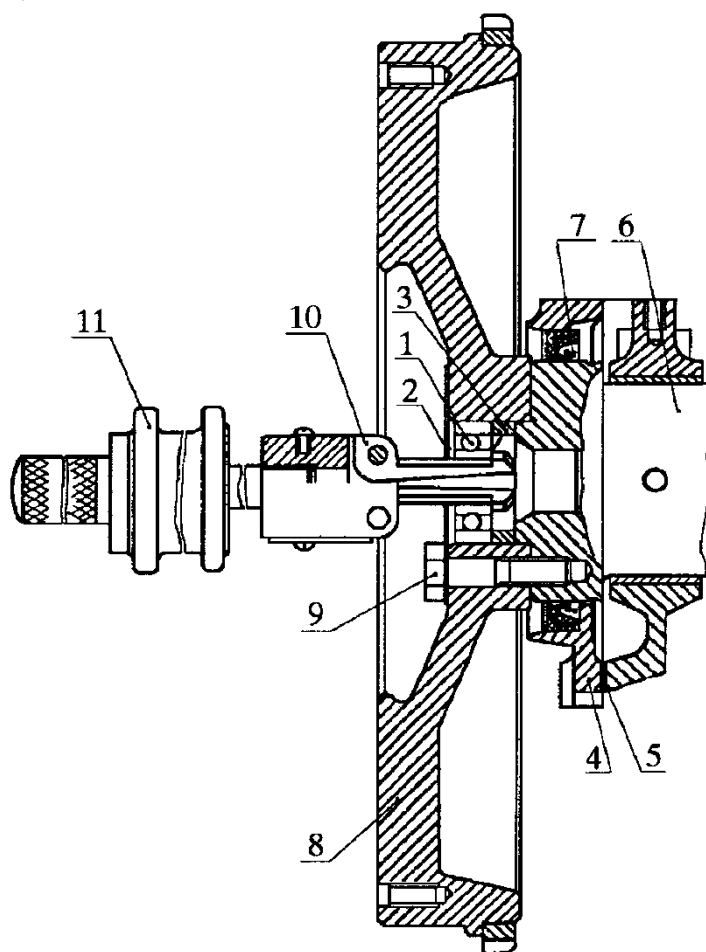

Рисунок 45. Снятие подшипника первичного вала коробки передач:
- снять с помощью приспособления и съемника подшипник первичного вала из маховика (рис.45);